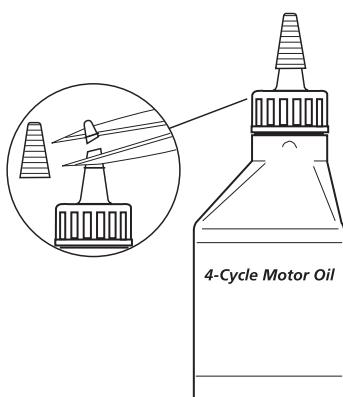

Fig. 16
Su unidad trae una botella de aceite SAE 30 SF, SG, SH de 100 ml (3,4 onzas fluidas) (Fig. 16).
- Desenrosque la tapa de la botella de aceite y retire el sello de papel que cubre la apertura. Vuelva a colocar la tapa. Corte la punta de la boquilla del embudo (Fig. 16).